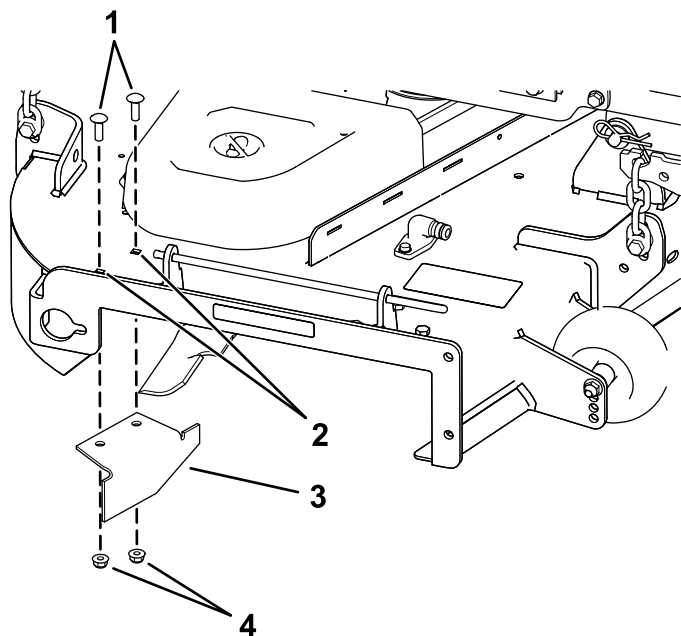

Figure 38
14. Localisez le déflecteur d'ouverture dans les sachets des pièces détachées, retirez les fixations des trous arrière de la plaque d'éjection et fixez le déflecteur sur l'ouverture d'éjection latérale du plateau de coupe (Figure 38).